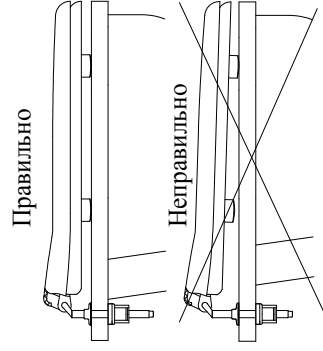

Рис. 2. Установка сиденья на унитаз
- на стойки регулируемые (1) накрутить до упора опоры резьбовые (2), надеть прокладку (3);
**ВНИМАНИЕ!** Сиденье должно опираться на все опоры, а не на одну либо две опоры и две проушины (рис. 2). Проушины служат исключительно для фиксации сиденья с крышкой относительно унитаза. Несоблюдение этого условия при эксплуатации сиденья может повлечь образование трещин в области проушин.
- надеть на стойки регулируемые шайбы (4) выемкой вниз, надеть на стойки регулируемые гайки специальные (5) до упора, сжимая их к оси болта;